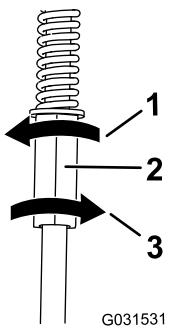

Figura 51
4. Ruotate l'asta di controllo di sinistra a incrementi di un quarto di giro finché la macchina non procede in linea retta (Figura 51).